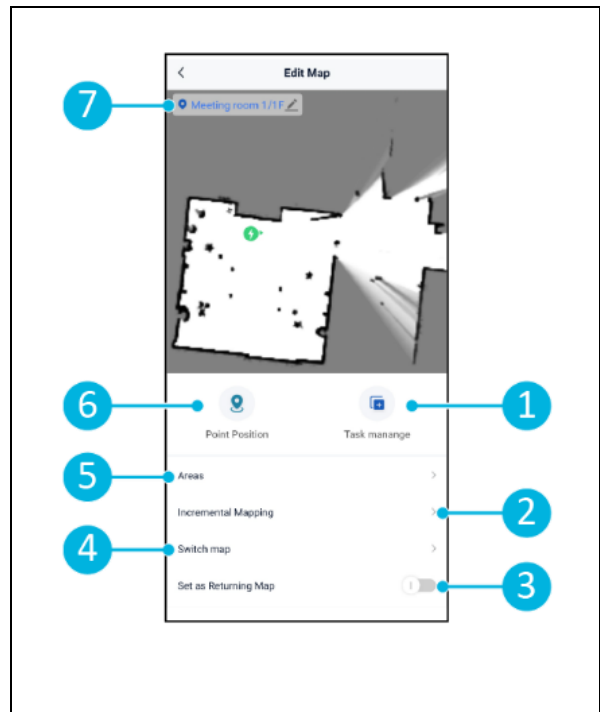

Figura 21
(Figura 21, pos. 4).
2. Selezionare [Mappatura incrementale] (Figura 21, pos. 2). Accertarsi che il telecomando sia acceso e collegato.
1. Assicurarsi che il co-botico 45 sia nella mappa attualmente selezionata (Figura 21, pos. 4).